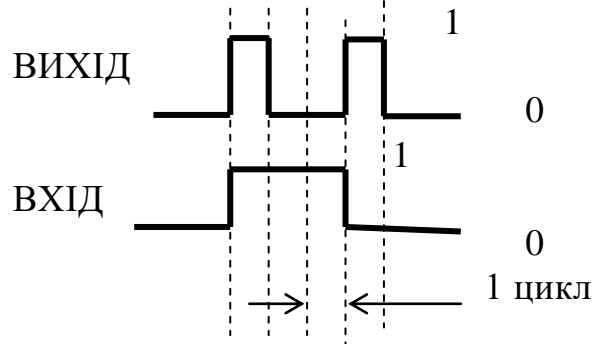

Рисунок 2.6.6 – Графік функції контакту "вихід"
- контакт “**вихід**” – призначений для цифрової змінної (типу ВІТ). Зв'язок між входом і виходом контакту згідно рис. 2.6.6: